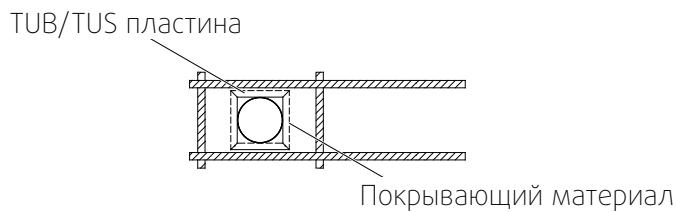
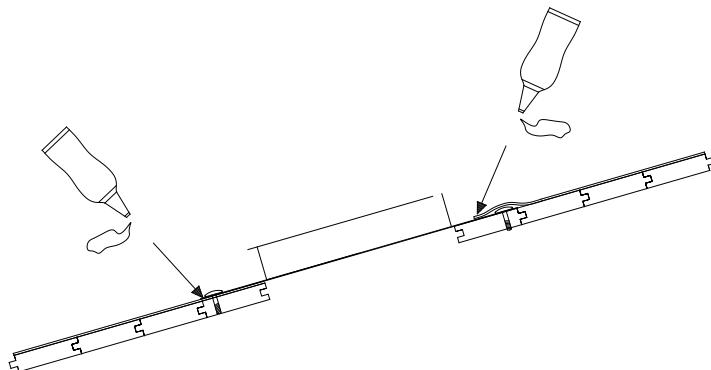

Рис. 2
Рис. 5
2. Пластину TUB следует разместить под покрывающим материалом вдоль направляющих балок перекрытий в верхней части, и внахлест на материал в нижней части, рисунок 2 и рисунок 5.
4. Изолируйте все стыки подходящим герметиком во избежание попадания осадков, рисунок 3 и рисунок 5